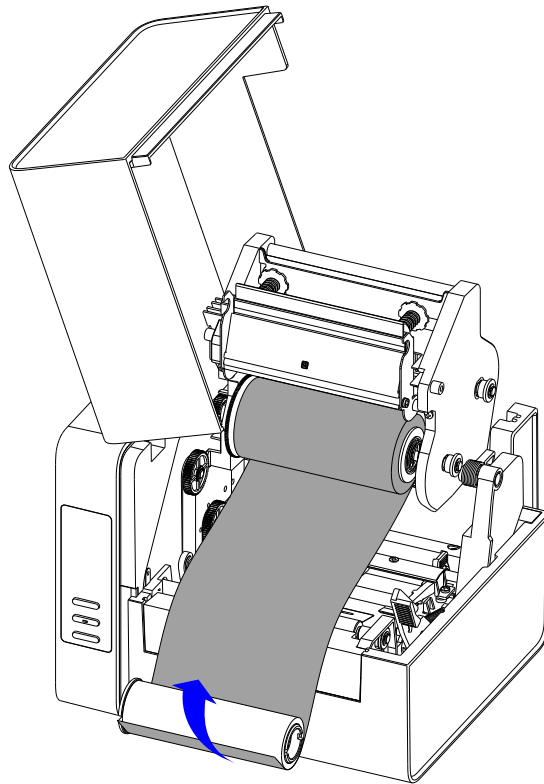

图 2-10 固定碳带至空卷芯
5. 将碳带带头拉出，并按照图 2-10 中箭头所示方向缠绕在装好碳带适配管的空卷芯上（附着油墨的一面始终朝上），此步骤重复多次，直至碳带固定在空卷芯上。